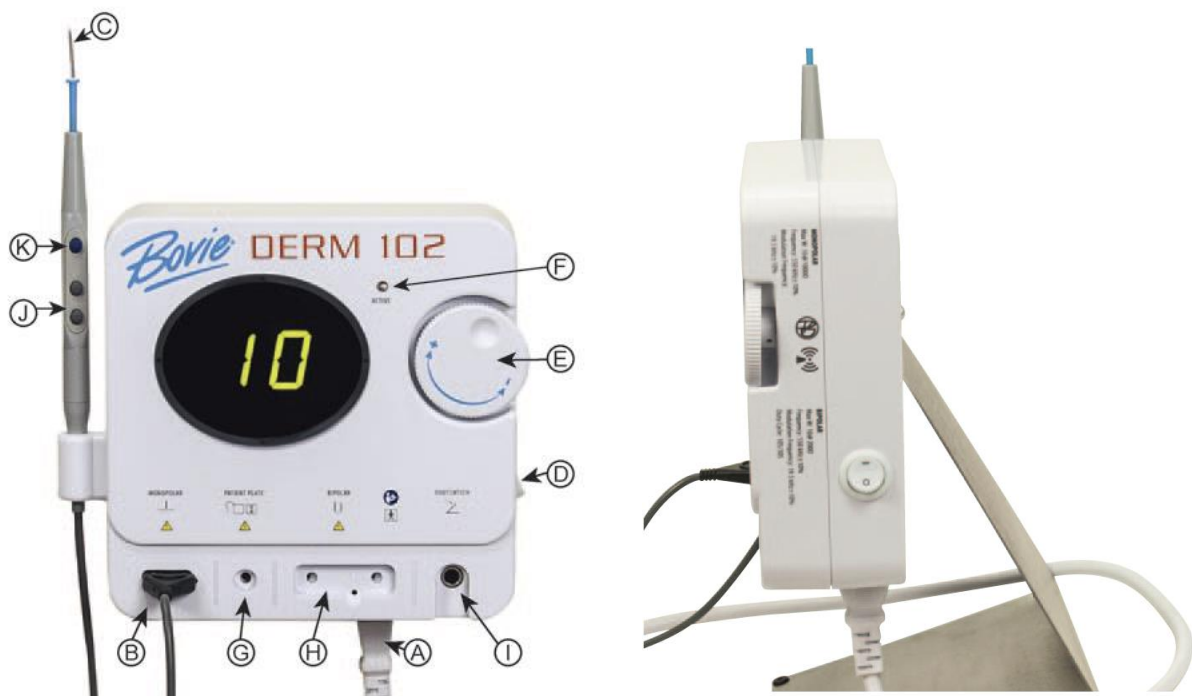

Figure 2
2. Brancher le bout „féminin” du câble d'alimentation à la base de l'appareil (voir fig. 2 et 3 lettre A).
4. La sortie monopolaire du crayon se trouve dans la partie inférieure gauche du c.t. devant de l'appareil (voir fig. 2 et 3, lettre B). L'embout du crayon est construit de telle mani.re qu'on peut le brancher seulement d'une seule mani.re. Introduire l'embout du crayon dans le connecteur dans la partie inférieure de l'appareil (voir fig. 2 et 3, lettre B). Le crayon à trois boutons est conçu pour permettre au médecin de contrôler totalement les réglages de puissance de sortie par les doigts de la main.
5. Glisser l'électrode standard à l'intérieur dans le crayon jusqu'à ce qu'elle ne soit pas fixée de mani.re stable (voir fig. 2 et 3, lettre C). Le crayon est compatible avec la plupart des électrodes 3/32" (0,24 cm) standard.
7. Brancher l'appareil en utilisant le commutateur du côté droit de l'appareil (voir fig. 2 et 3, lettre D).
8. Régler la puissance de sortie soit en utilisant le bouton tournant sur le côté devant de l'appareil (voir fig. 2 et 3, lettre E), soit seulement par les boutons Haut et Bas du crayon des appareils Bovie® DERM 102 (voir fig. 2 et 3, lettre J). Lorsque le réglage du niveau de puissance s'effectue par le crayon, un signal retentit pour indiquer que le niveau de puissance a été modifié. Maintenir enfoncé le bouton Haut ou Bas afin de modifier plus rapidement les réglages de puissance pour un réglage rapide des ajustements de la puissance de sortie. La puissance est affichée par pas de 0,1 W dans la gamme de 0,1 W jusqu'aux 10 W.
9. Pour activer l'appareil, retirer le crayon de son étui. Placez le crayon dans la position souhaitée et appuyez le bouton d'activation (voir fig. 2 et 3 lettre K). Lors de l'activation de l'appareil, un signal d'activation retentit et la diode bleue d'activation s'allume (voir Fig. 2 et 3, lettre F).
10. Pour utiliser la plaque optionnelle de mise à la terre avec le câble (A802EU), insérez l'embout du câble dans le connecteur de sortie de la plaque de mise à la terre (voir Figure 2, lettre G) et connectez l'autre extrémité dans la plaque de mise à la terre. La plaque doit être placée au-dessous du patient dans un point où la totalité de sa surface est couverte de peau nue. L'utilisation d'un gel conducteur est recommandée.
11. Pour utiliser un câble bipolaire optionnel (A827V), insérez les embouts dans les connecteurs bipolaires (voir fig. 2 et 3, lettre H). Le cordon est alors branché dans les pinces. Une porte coulissante située derrière les connecteurs de sortie monopolaires et bipolaires empêche l'utilisateur de les employer les deux simultanément.
12. Le commutateur à pied optionnel (A803) est connecté au connecteur de sortie du commutateur à pied et reste posé au sol (voir fig. 2 et 3 lettre I). Le commutateur à pied peut être utilisé dans les interventions monopolaires et il doit être utilisé dans les interventions bipolaires.